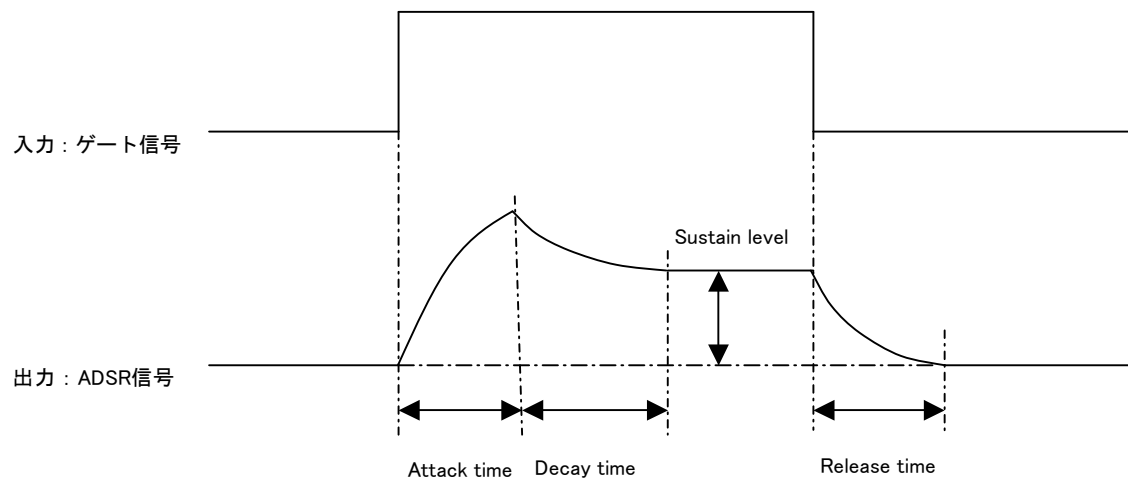

図 2-2 エンベロープ・ジェネレータの入力と出力
図 2-2 は、EG の入力と出力の関係を説明する図です。まず、ゲート入力のない初期状態では、出力もゼロです。ゲート信号が立ち上がると、EG の動作が開始します。最初に、出力は、ゼロから最大値まで立ち上がります。この立ち上がり時間は **Attack Time (A)** で設定します。出力が最大値に達すると、減衰を開始します。この速さは **Decay Time (D)** で設定します。ゲート入力がある間は、減衰後 **Sustain Level (S)** で設定したレベルに落ち着きます。そして、ゲートをオフにすると、ゼロに向けて減衰します。この速さは、**Release Time (R)** で設定します。EG は、このように、時間的に変動する CV パターンを発生し、シンセサイザーの音に変化を与えます。